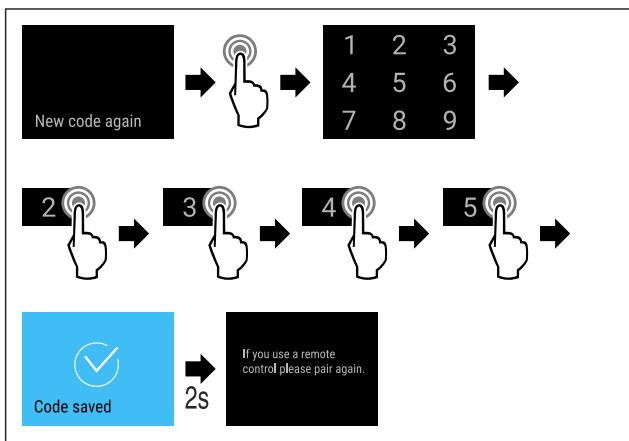

Fig. 83
- Obavite korake postupka (pogledajte Fig. 83).